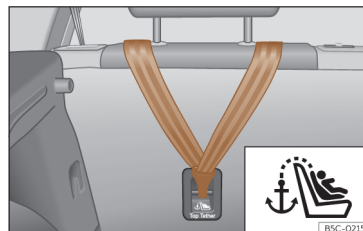
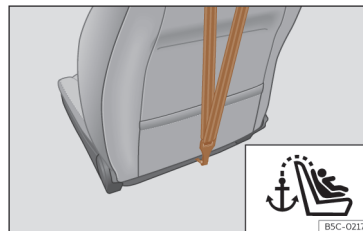

Fig. 46 Parte posterior de los asientos traseros: anclaje para el cinturón Top Tether.
Fig. 47 Parte posterior del respaldo del asiento del acompañante: anclaje para el cinturón Top Tether.
- Deslice la correa y fíjela correctamente con el anclaje de la parte posterior del respaldo >>> fig. 46, >>> fig. 47.